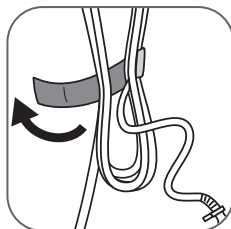

fig. 10
- Détachez la bande velcro et déroulez entièrement le cordon électrique. (fig.10)